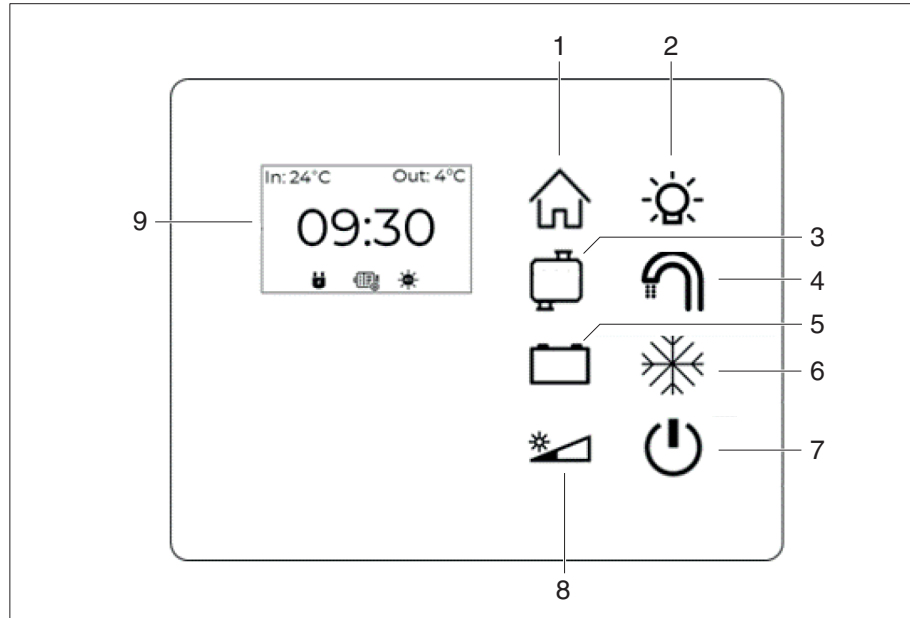

Figure 60 Panneau de commande D200
L'affichage de l'écran de contrôle passe au mode d'affichage correspondant en appuyant sur les touches (Figure 60, 1, 3 et 5).
| Pos. en Figure 60 | Mode Affichage   | Représentation |
En maintenant la touche Home (Figure 60, 1) enfoncée, le mode Réglage de l'heure est activé. L'écran de contrôle n'affiche plus que l'heure. Un curseur clignote sous l'affichage des heures (HH:MM).
Le panneau de commande indique sur l'écran de contrôle, lorsque la touche Home est activée (Figure 60, 1), la source d'énergie utilisée pour charger la batterie de cellule.
La touche Power (Figure 60, 7) sert à la mise en service et hors service du panneau de commande. L'éclairage est réglé par défaut sur un niveau de luminosité moyen et peut être ajusté manuellement en appuyant simplement sur la touche de variation (Figure 60, 8). Indépendamment du niveau de luminosité réglé, l'éclairage s'assombrit en cas d'inactivité et se réactive en appuyant sur n'importe quelle touche. Dans ce cas, le dernier niveau de luminosité utilisé est conservé. La touche de variation (Figure 60, 8) est toujours allumée en jaune, sauf en mode nuit.
En maintenant la touche de variation (Figure 60, 8) appuyée, le panneau de commande bascule en mode nuit. Seule la touche de variation reste encore faiblement allumée en rouge afin d'éviter toute confusion avec un panneau de commande éteint.
| Réservoir d'eau fraîche | La touche de contrôle (Figure 60, 3) clignote en rouge, la barre d'état clignote                          | Remplir le réservoir               |
| Réservoir d'eaux usées  | La touche de contrôle (Figure 60, 3) clignote en rouge, points d'exclamation au-dessus de la barre d'état | Vidanger le réservoir             |
| Batterie de démarrage   | La touche de contrôle (Figure 60, 5) clignote en rouge, la barre d'état clignote                          | Charger la batterie de démarrage |
| Batterie de cellule     | La touche de contrôle (Figure 60, 5) clignote en blanc, la barre d'état clignote                          | Charger la batterie de cellule   |
Si le niveau d'eau fraîche est très bas ou si le réservoir d'eaux usées est presque plein, la touche de contrôle (Figure 60, 3) du panneau de commande clignote en rouge. L'actionnement de la touche de contrôle permet de naviguer dans les affichages d'état des niveaux de remplissage.
- Appuyer sur la touche de contrôle (Figure 60, 3).
- Appuyer à nouveau sur la touche de contrôle (Figure 60, 3).
Le panneau de commande permet un retour sonore du niveau de remplissage lors du remplissage du réservoir d'eau fraîche. Pour activer, maintenir appuyée la touche de contrôle (Figure 60, 3) pour le niveau de remplissage d'eau fraîche.
La touche clignote après activation. La mesure du niveau de remplissage dépend de la forme du réservoir installé. Si le niveau de remplissage atteint environ 80 % du volume réel du réservoir, un signal sonore d'avertissement retentit. Lorsque le niveau de liquide augmente, les intervalles entre les signaux sonores se raccourcissent afin d'éviter tout débordement. Le signal sonore s'arrête lorsque le mode Appoint est désactivé. Cela se produit en appuyant à nouveau sur la touche de contrôle (Figure 60, 3).
Si la tension de la batterie est très faible, la touche de contrôle (Figure 60, 5) du panneau de commande clignote en rouge ou en blanc.
- Appuyer sur la touche de contrôle (Figure 60, 5).
- Appuyer à nouveau sur la touche de contrôle (Figure 60, 5).
Si la tension de la batterie de cellule est très faible, la touche de contrôle (Figure 60, 5) du panneau de commande clignote en rouge. De plus, la barre d'état de la batterie de cellule clignote sur l'écran de contrôle. Si la batterie de cellule n'est pas chargée, la tension de batterie continue de chuter. Dès qu'une valeur critique pour la batterie est atteinte, la protection de la batterie se déclenche.